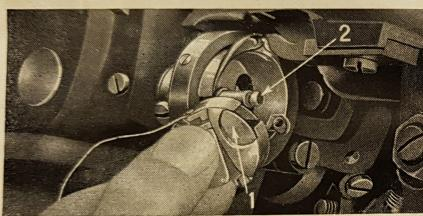

Fig. 6.
Insättning av spolkapseln sker med samma grepp som vid uttagning, med nälstängen ställd i sitt högsta läge och med skjutluckan intill stygnplåten utdragen. Spolkapseln placeras på gripares centrumtapp med den halvrunda öppningen (1 fig. 6) rätt upp och tryckes in, tills regeln griper in i spåret vid tappens spets (2), varefter regellocket släppes och faller in.